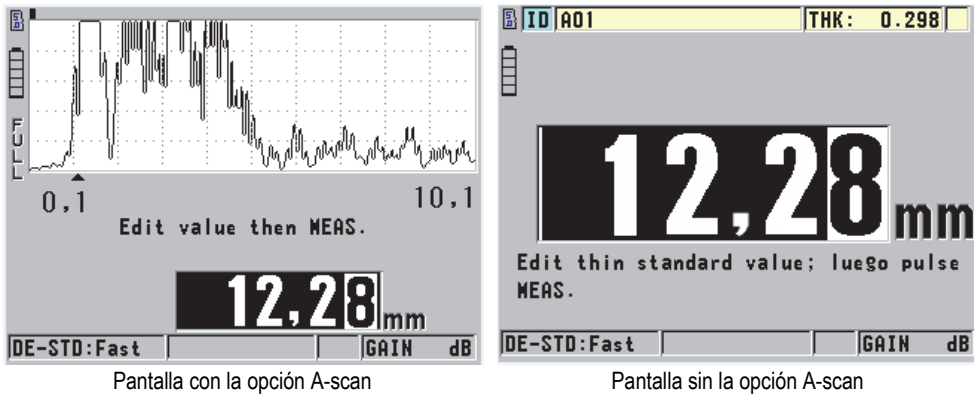

Figura 5-7 Calibración cero sobre el bloque de calibración de 5 espesores
2. Para efectuar la calibración cero con o sin la opción A-scan (véase la Figura 5-7 en la página 69):